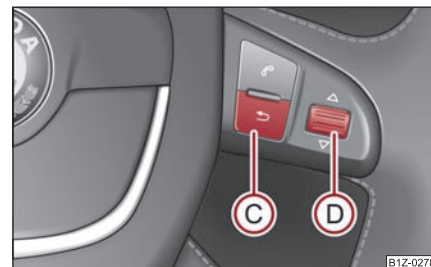

Fig. 29 Pantalla informativa: Elementos de mando en el volante multifunción
- **MAIN MENU (MENÚ PRINCIPAL)** se activa pulsando la tecla **C** ⇒ fig. 29.